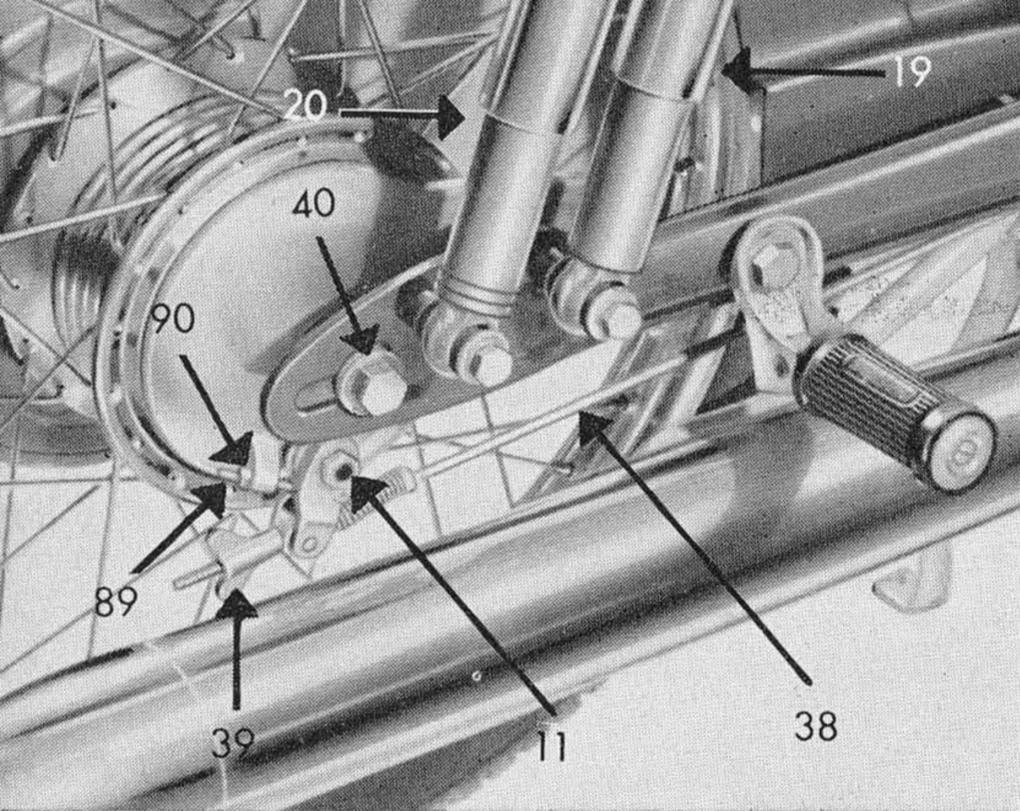
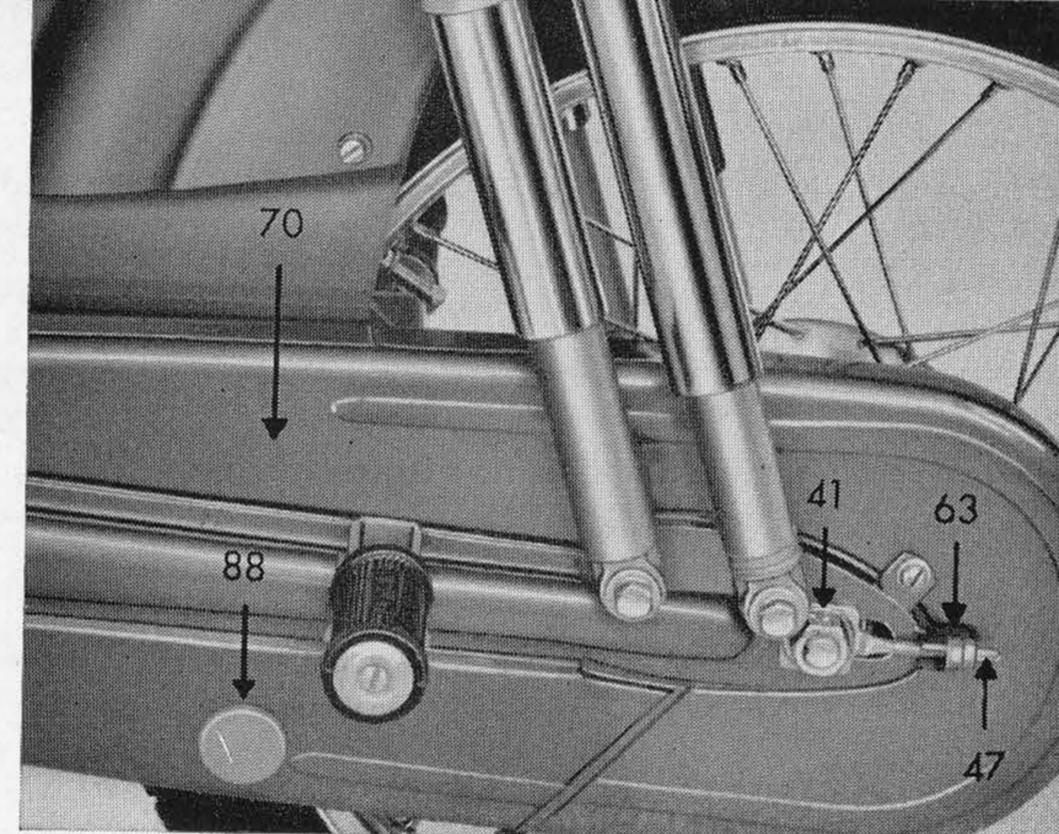

Bild 10
Bild 12
7. **Der Aus- und Einbau des Hinterrades** (Bild 10)
- b) Lösen der Verbindung zwischen Bremshebel und Gestänge 38 durch Losschrauben der Flügelmutter 39 (Bild 10) und Zurückziehen der Verbindungsflasche
- c) Lösen der Steckachse 40 (Bild 10) auf der rechten Fahrzeugseite
Nach erfolgtem Zusammenbau muß die Steckachse 40 wieder fest angezogen werden. Die Mutter 11 (Bild 10), welche den Bremshebel fixiert, darf nicht gelöst werden.
Das **Einstellen der Hinterradbremse** (s. Bild 10) erfolgt mit der Stellschraube 89 zum Bremshebel am Hinterradbremsschild. Nach Lösen der Gegenmutter 90 ist die Stellschraube 89 im Uhrzeigersinn so weit zu drehen, bis das Rad noch frei spielt. Danach ist die Gegenmutter 90 wieder festzuziehen.
beläge gelangen. Die Bremse würde in diesem Fall versagen (rutschen). Das Bremsgestänge 38 (Bild 10) darf nicht verbogen werden!
Zum Nachstellen der Kette müssen die Steckachse 40 (Bild 10), die Kettenflanschmutter 41 (Bild 12) und die Kettenspannmutter bzw. Kontermutter 63 am Kettenspanner 47 (Bild 12) gelöst werden.
Die Kette wird nun durch Rechtsdrehen der vorderen Kettenspannmutter 63 (Bild 12) gespannt, bis der richtige Durchhang (ca. 1 cm) erreicht ist. Nach beendeter Einstellung sind die Kettenspannmutter bzw. Kontermutter 63 wie-
der zu kontern sowie Mutter 41 (Bild 12) und Steckachse 40 wieder fest anzuziehen.
Im Kettenkasten ist ein mit einem Gummistopfen 88 verschlossenes Schauloch angebracht. Es dient zum Nachprüfen der Kettenspannung (s. Bild 12).